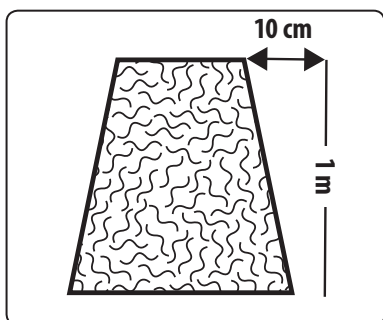

Abb. 5
- Es ist empfohlen, die Hecke in eine solche Form zu schneiden, dass die Basis etwas breiter ist, als der obere Teil, denn eine solche Gestaltung erleichtert das Eindringen von Sonnenstrahlen in das Bewuchsinnere, siehe Abb. 5.